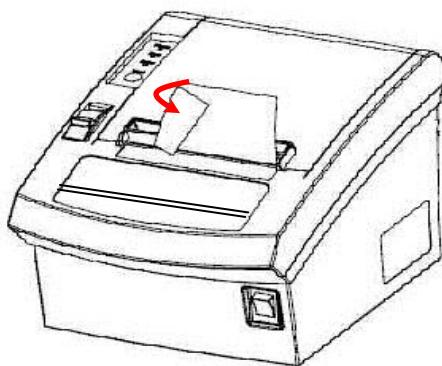

Figura 8
6. Após fechar a tampa superior, rasgue a sobra do papel como na figura 8.